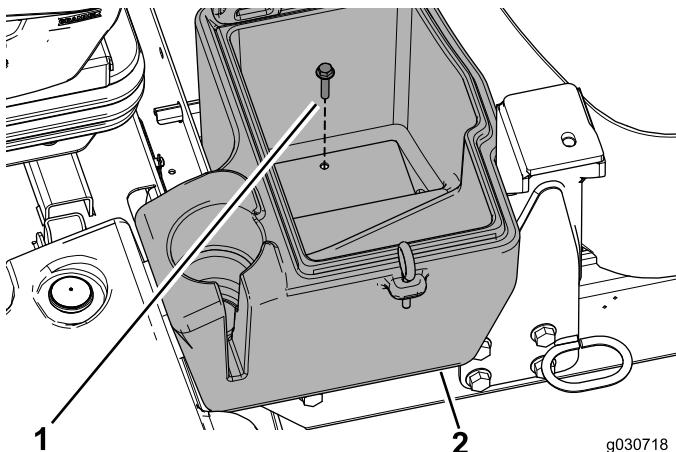

Figura 21
- Utilice un perno (5/16" x 1 1/2") para sujetar el compartimento de almacenamiento a la máquina (Figura 21).